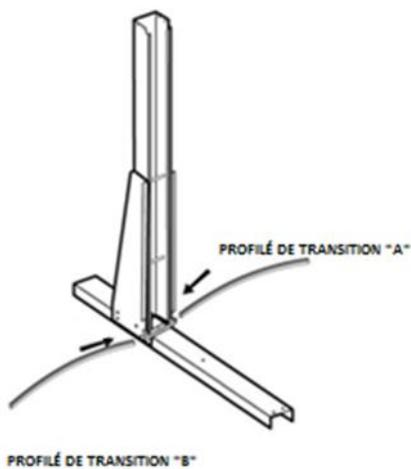
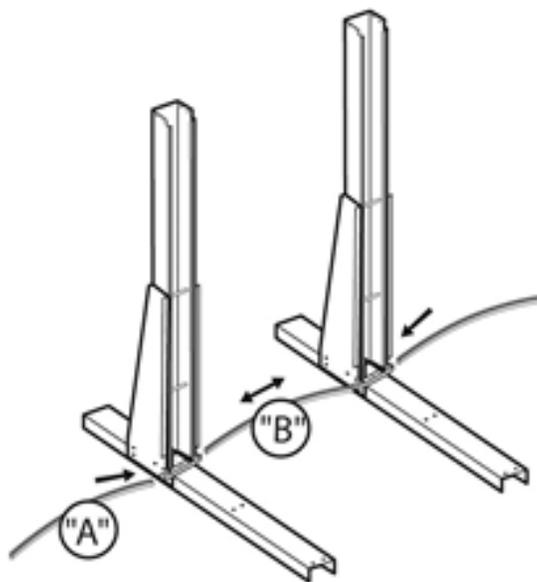
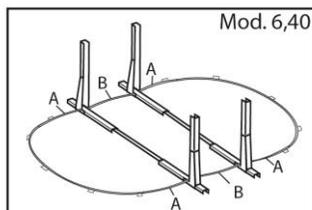
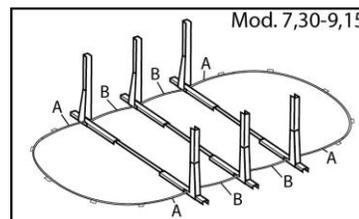

fig12
fig.13
fig. 15
fig. 16
Placez les modules du centre vers les côtés de la piscine, la distance entre les modules l'établit la guide de transition « B », sauf pour le modèle 550 qui n'en a pas, fig. 12, voir tableau Pag. 9.
Installez le profilé de transition « B » entre les deux modules (uniquement modèle de piscine 640, 730,915), il doit être placé dans la pièce de connexion des profilés (6), fig. 13. Les piscines ont suivant le modèle deux à quatre profilés de transition « B », fig. 15, 16.
Schéma des modules et de la disposition des profilés de transition « A » et « B », fig. 12/14 (ovale 550), fig.13/15 (ovale 640), fig.16 (ovale 730/915)